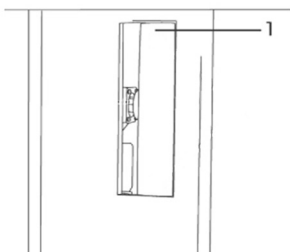

Fig. 15 – Retirando a tampa da mesa
- 2 - Retire a tampa da mesa (1) puxando a mesma, fig.15;